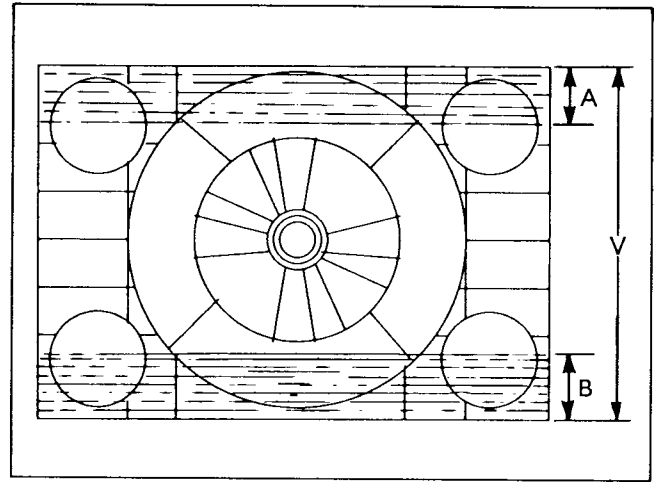

Рис. E4
3. Отрегулировать VR2011 так, чтобы свести шумовые полосы на экране монитора к минимуму. (Более подробно см. рис. E4).